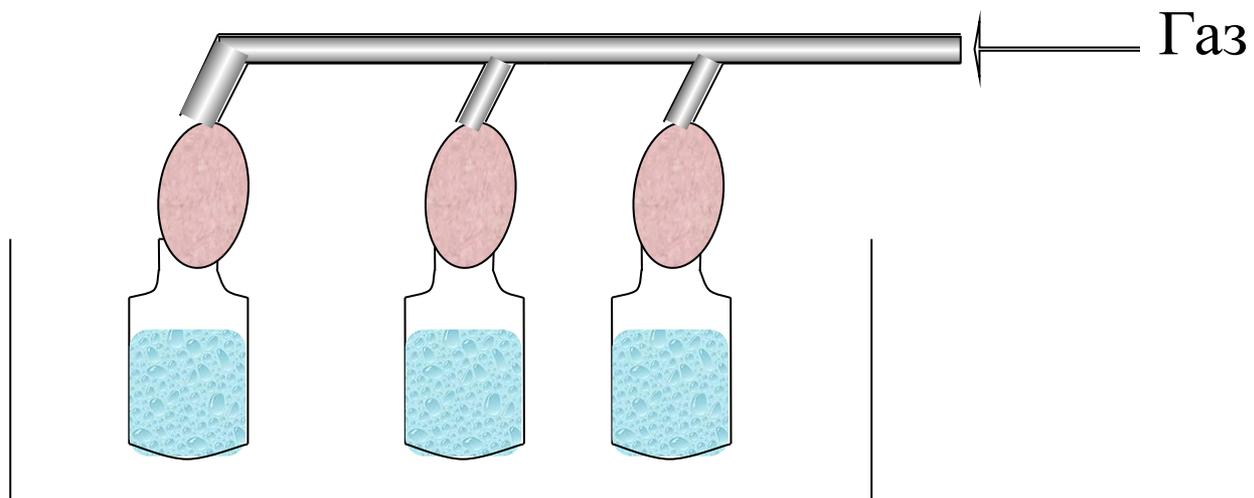

Рисунок 3
- После заполнения ампулы лекарством **нужно запаять капилляр**. Сделать это надо осторожно. Чтобы не нагреть лекарство. Ампулы запаиваются по несколько штук одновременно групповым нагревателем в виде горелки. Схема простая, но капризная: **чуть длиннее пламя у какой-либо горелки – лекарство в ампуле перегреется и испортится, чуть короче пламя – капилляр останется незапаянным**. Даже при идеально ровном пламени получается много брака (рисунок 3).